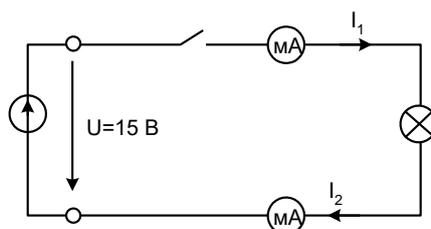

Рисунок 1.2 – Простейшая электрическая цепь для выполнения задания
- Подайте постоянное напряжение 15 В к зажимам цепи (рис. 1.2 и определите, протекает ли ток и горит ли лампочка – при разомкнутой (с помощью выключателя) и замкнутой цепи.